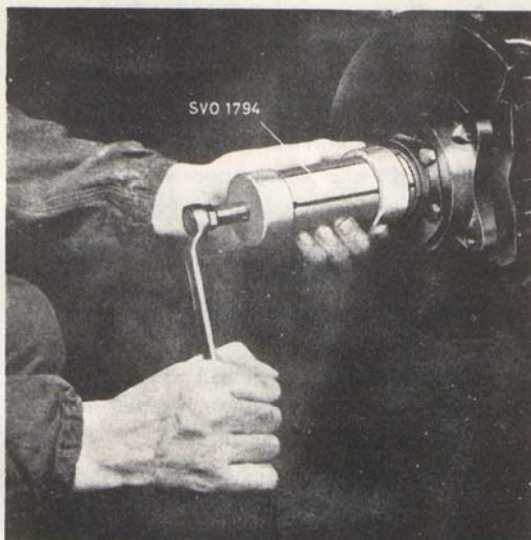

Bild 18. Demontering av inre lager.
4. Demontera fettkapseln med verktyg SVO 2197 (bild 16). Tag bort saxpinnen och kronmuttern. Drag av navet med avdragare SVO 1791 (bild 17). Drag av inre lagret från hjulspindeln med avdragare SVO 1794 (bild 18) om lagret sitter kvar.